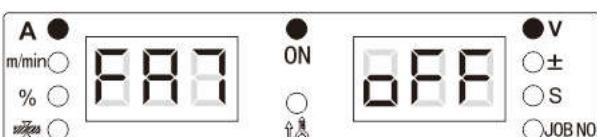

Рисунок 3-23. Отображение функции FA7 на цифровых дисплеях
- Поворотом регулятора панели управления установите выбор функции FA7 (см. Рисунок 3-23).